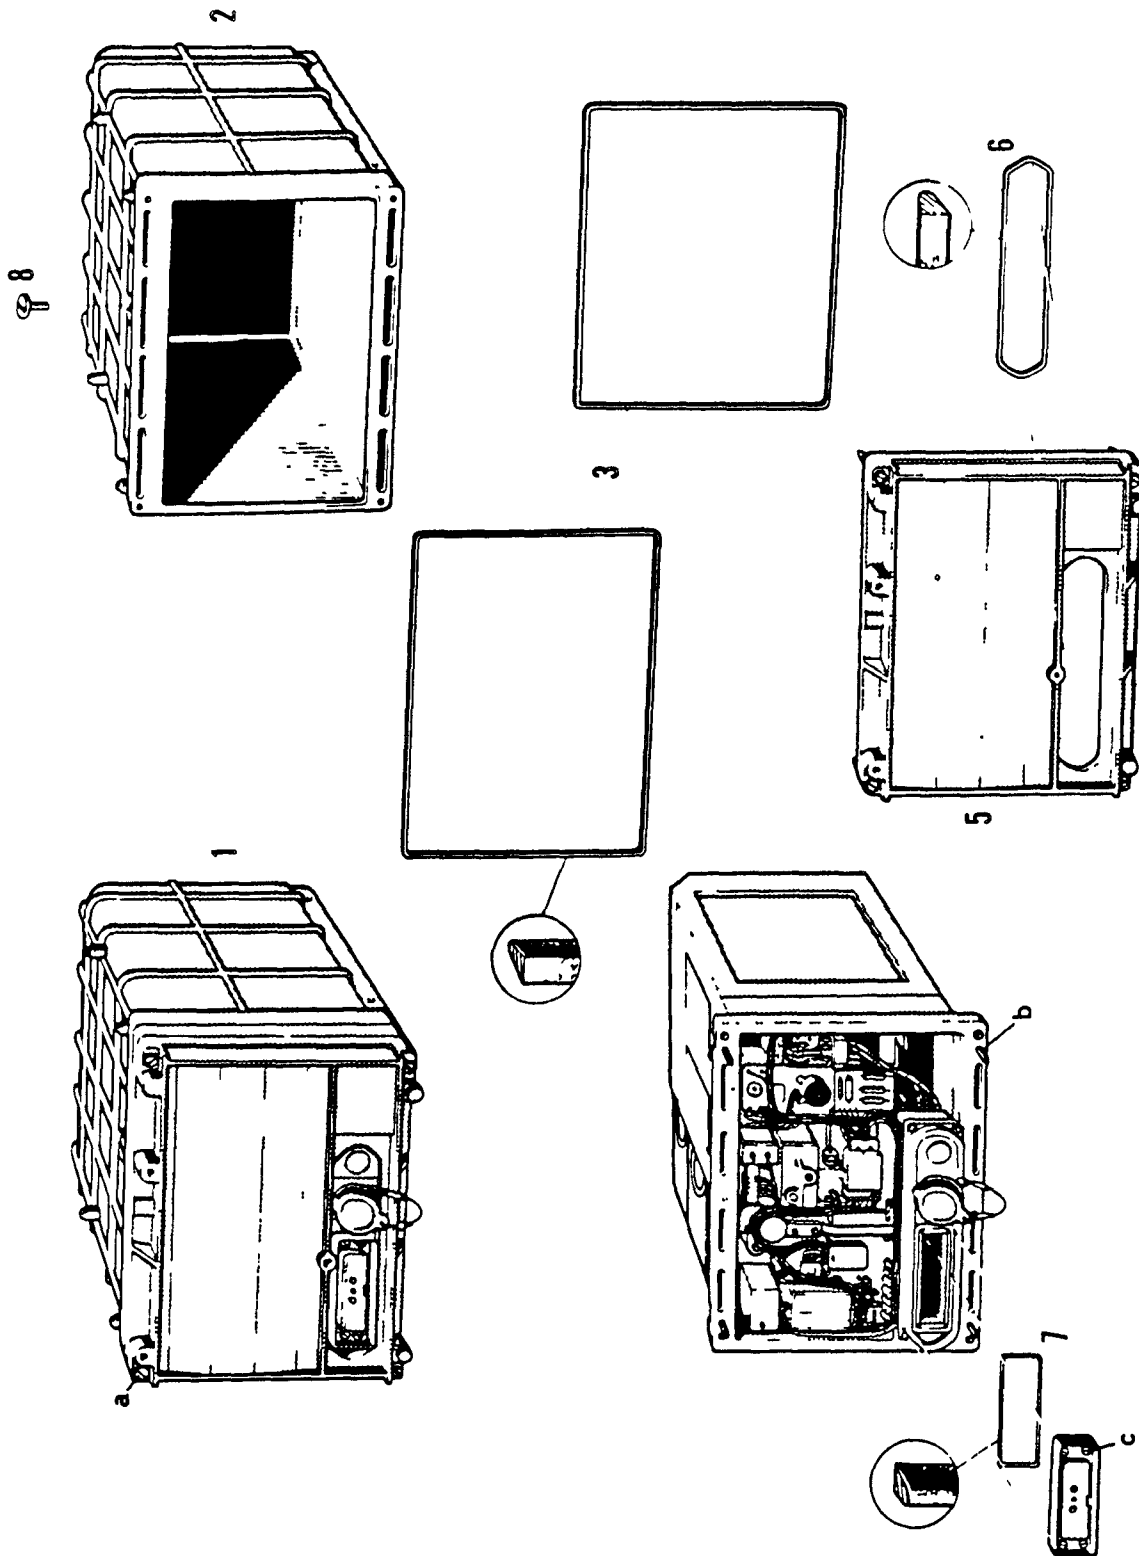

Bild 24. Funk-Sender-Empfänger
4.4.1.1. Gerätgehäuse (Bild 24/1)
4.4.1.2. Dichtung (Bild 24/3)
4.4.1.3. Frontplatte (Bild 24/5)
4.4.1.4. Dichtung (Bild 24/3)
4.4.1.5. Dichtung (Bild 24/6)
4.4.1.6. Dichtung (Bild 24/7)
4.4.1.7. Lüftungsschraube (Bild 24/8)